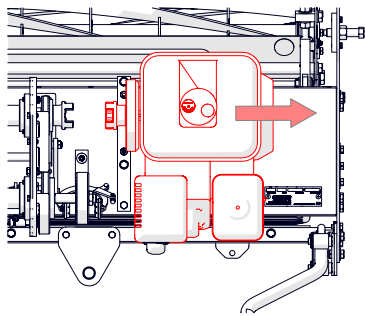

Fig. 15C – Faça deslizar o motor para fora do acoplamento.
4. Verifique se o tampão de combustível e o bujão de óleo estão bem fixos. Faça deslizar o motor para o lado direito da máquina e retire-o em segurança, colocando-o ao lado (Fig. 15C).